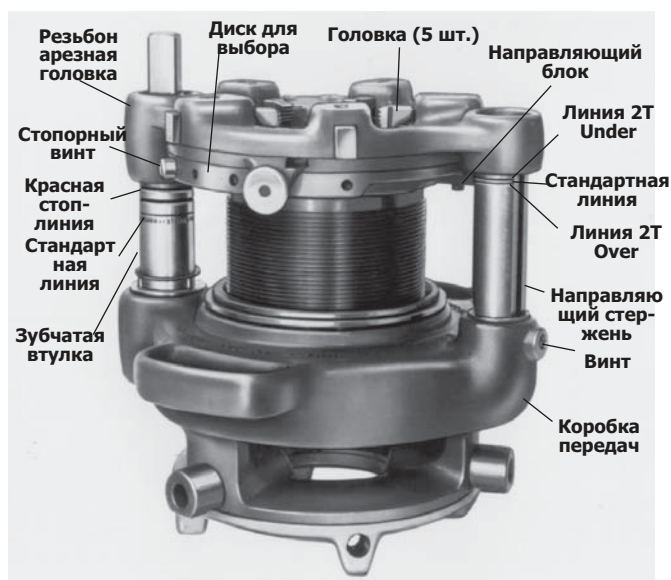

Рисунок 23 – Головка №141 с зубчатой передачей
1. Выкрутите стопорный винт (рисунок 23) из диска для выбора.